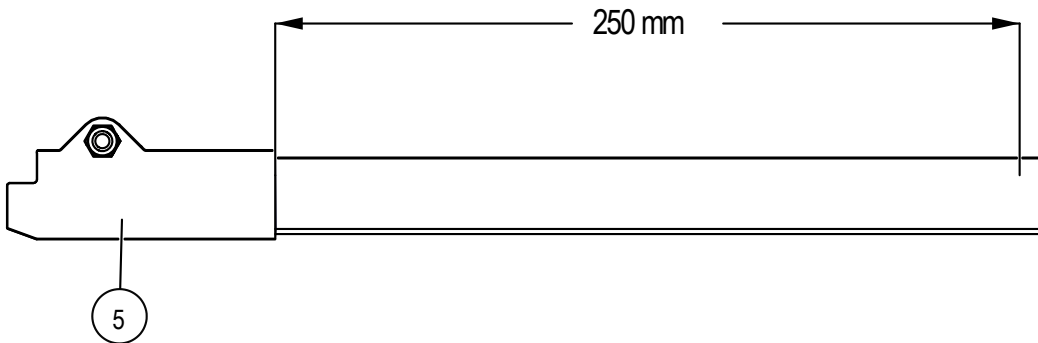

Abb. 18: Maß für die Fixpunkt-Bohrung abmessen
- Von der hinteren Kante der Endkappe (Pos. 5) 250 mm auf dem Isolierprofil abmessen und mit einem Stift (z.B. rot oder weiß) das Maß markieren (siehe Abb. 18).